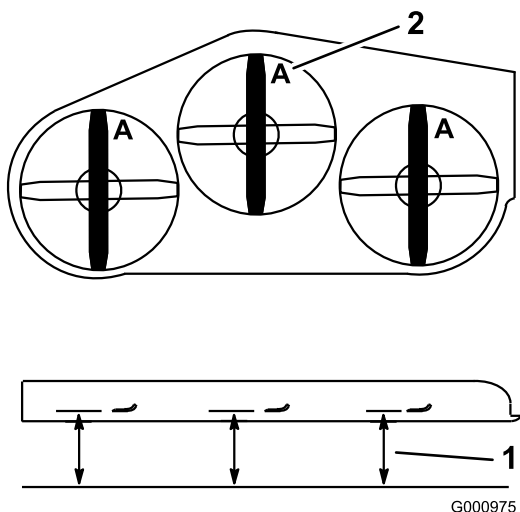

Figura 75
- Mida desde una superficie nivelada hasta el filo de corte, posición A, de las cuchillas (Figura 75).